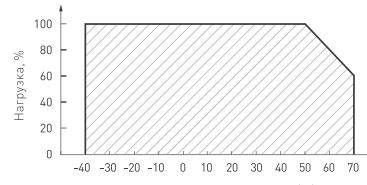

Рис. 6. Максимальная допустимая нагрузка,
- ↗ температура окружающего воздуха от -40 до +70 °C, см. график зависимости максимально допустимой нагрузки на источник питания от температуры окружающей среды на рис. 6;
##### 4.4. Не нагружайте источник питания более чем на 80% от его максимальной мощности. Учитывайте, что с повышением температуры окружающей среды максимальная мощность источника питания снижается, см. график зависимости максимальной допустимой нагрузки на источник питания от температуры окружающей среды на рис. 6.